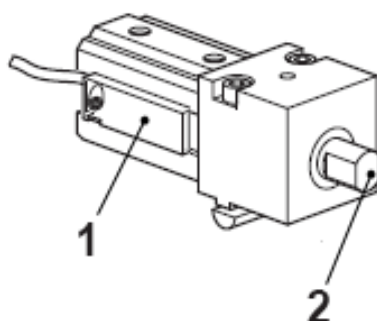

Fig. 28 Interrupteur magnétique butée intermédiaire
1. Pousser le commutateur magnétique (Fig. 28, 1) dans la rainure.
2. Positionner la butée intermédiaire (Fig. 28, 2) en position de travail.
3. Déplacer le commutateur magnétique (Fig. 28, 1) et chercher le seuil d'activation (LED).
4. Serrer le commutateur magnétique (Fig. 28, 1).